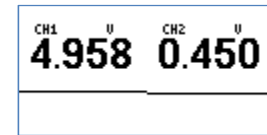

Abbildung 56: Meter Modus
- 1) Bauen Sie die Schaltung n. Abbildung 56 auf.